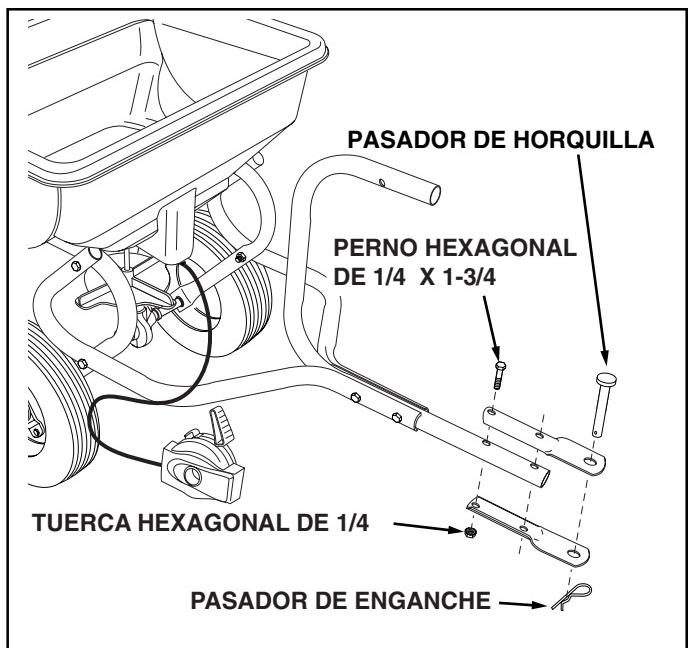

FIGURA 3
- Coloque los Soportes de Enganche en el Tubo de Control de Enganche, usando dos pernos hexagonales de 1/4" x 1-3/4" y dos tuercas hexagonales de 1/4". **Apriete pernos y tuercas.** Vea la Figura 3.
- Haga pasar el pasador de enganche a través de los soportes de enganche y asegure con el pasador de horquilla de 1/8". Vea la Figura 3.